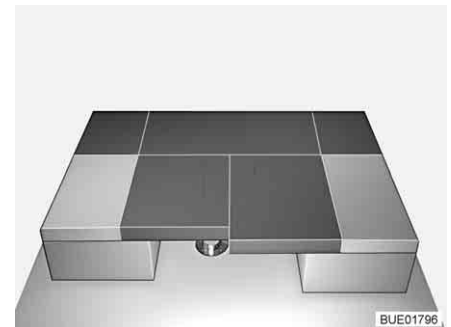

Fig. 102 Dopo la trasformazione
- Spingere entrambi i cuscini del divano tra i cuscini dello schienale (vedi Fig. 102).